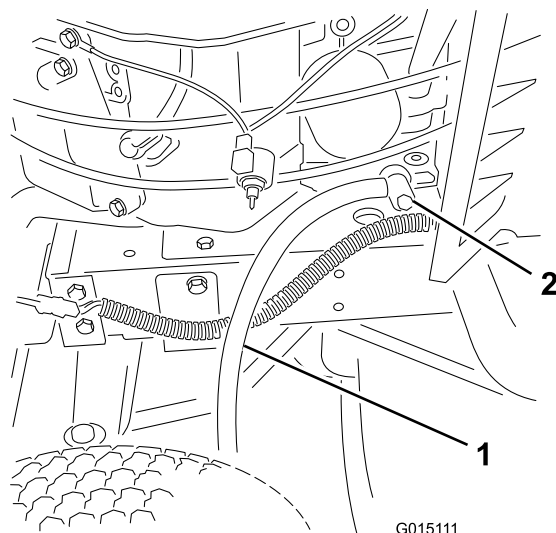

Bild 18
6. Stellen Sie eine Ablaufwanne unter die Ölablassschraube, führen Sie das Ölablassrohr in die Ölablassschraube ein und öffnen Sie die Ölablassschraube, indem Sie die Endmutter gegen den Uhrzeigersinn drehen (Bild 18).